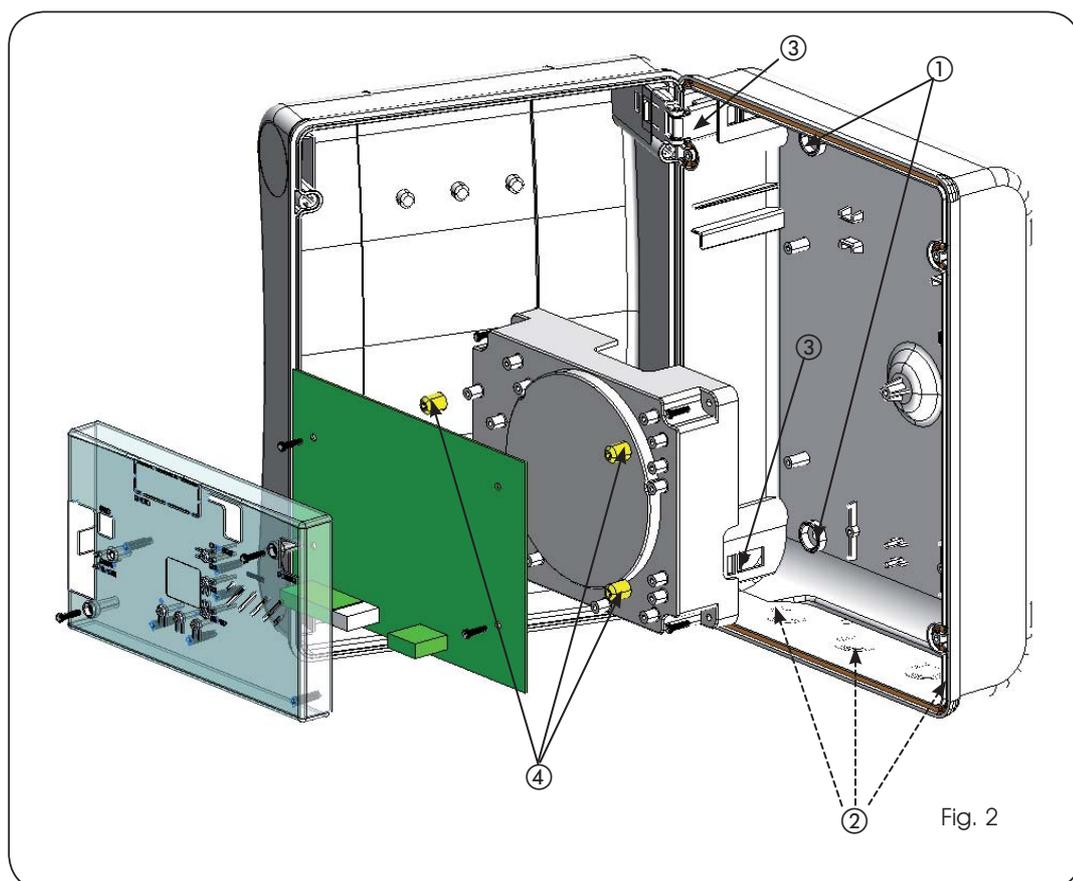
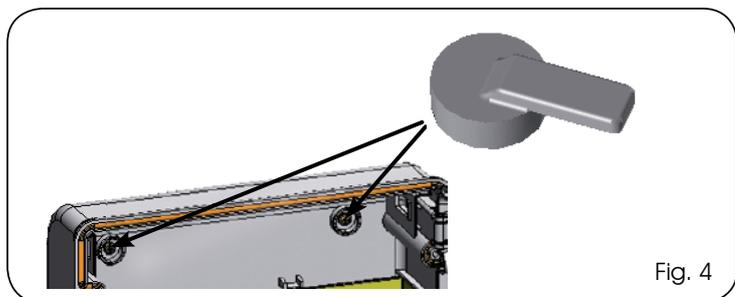

Fig. 2
Fig. 4
La Fig. 2 illustre les quatre trous de $\varnothing 5$ mm pour la fixation murale du coffret (réf. ①), les trois dispositions pour le montage des serre-câbles M16/M20/M25 (réf. ②) et les deux charnières du couvercle (réf. ③). S'il faut extraire et repositionner la platine électronique E124, s'assurer que les 4 entretoises (réf. ④) se trouvent dans leurs supports.
Après avoir fixé le coffret dans la position choisie, couvrir les trous de fixation (réf. ① Fig. 2) et les vis utilisées avec les caches fournis d'après la Fig. 4.